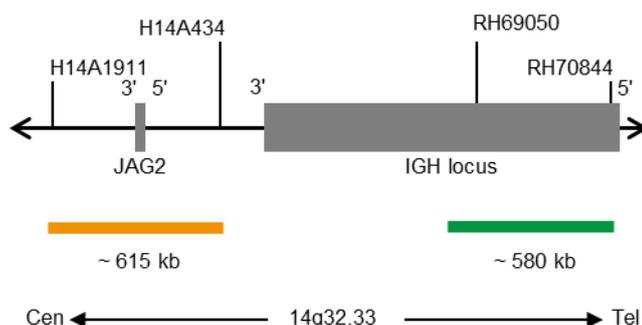

Fig. 1. SPEC IGH Mapa de la sonda (no está a escala)
- Polinucleótidos marcados en verde (excitación a 503 nm/emisión a 528 nm) ZyGreen (~10 ng/ μ l), dirigidos a secuencias localizadas en 14q32.33* (chr14:106,690,778-107,268,412) distales a la región del punto de ruptura de IGH (ver Fig. 1).
- Polinucleótidos marcados en naranja (excitación a 547 nm/emisión a 572 nm) ZyOrange (~4,5 ng/ μ l), dirigidos a secuencias localizadas en 14q32.33* (chr14:105,296,741-105,909,611) proximales a la región del punto de ruptura de IGH (ver Fig. 1).